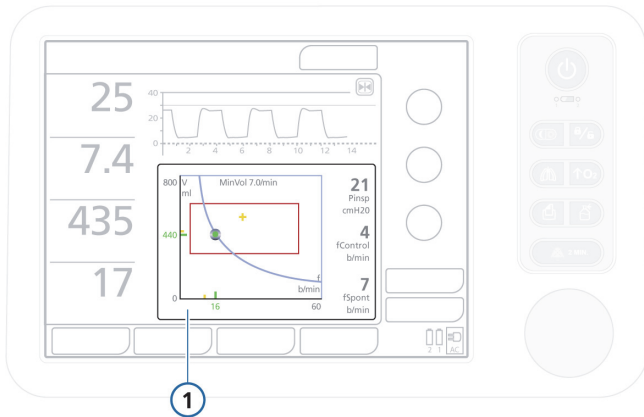

Figura 8-8. Janela de gráficos de alvos ASV (1)
- O gráfico de alvos ASV é exibido (Figura 8-8).